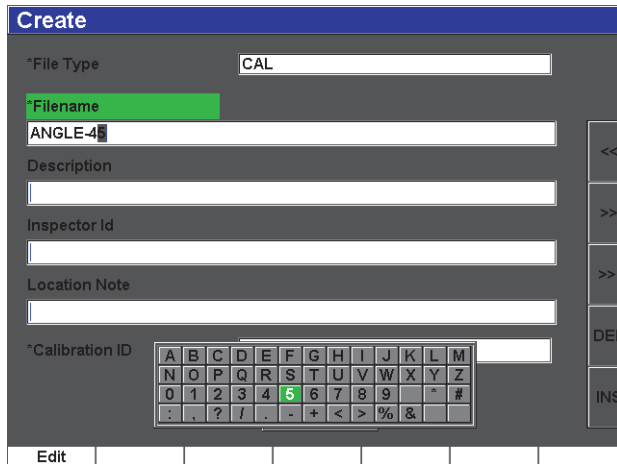

图 2-21 虚拟键盘
6. 使用飞梭旋钮或箭头键在虚拟键盘中进行移动（参见第 51 页的图 2-21）。
7. 按 **INS**（插入）键，插入字符（参见第 51 页的图 2-21）。